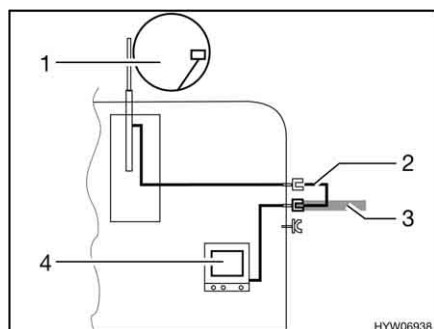

Bild 117 TV i fordonet
- TV i fordonet (Bild 117,4): Anslutning till takantenn (Bild 117,1) med anslutningskabel (Bild 117,2)
- TV i fordonet (Bild 117,4): Anslutning till extern antenn (Bild 117,3)